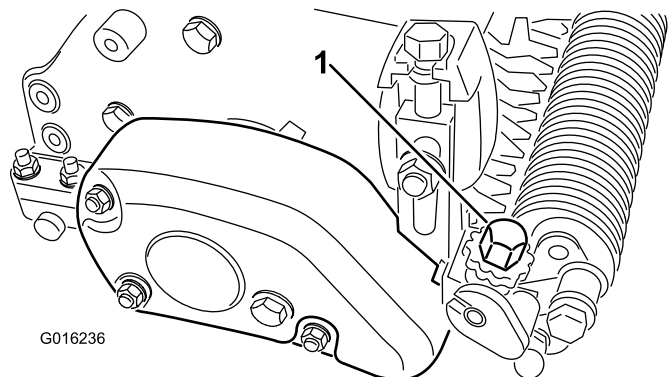

図 25
5. シャフトの一端部で、ブレードの一番低い切っ先と床との距離を測る。グルーマ高さ調整ノブ 図 25 を使って、グルーマの刃の高さを希望の高さに調整する。調整ノブを一目盛り変えるごとに約 0.08mm の上下調整ができる。